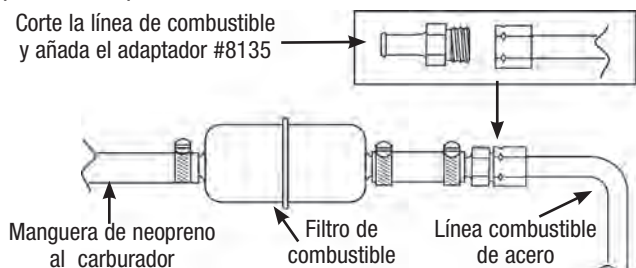

Fig. 3 - Juego de Línea Combustible #8135 Instalado en la Línea de Acero de Fábrica
2. La línea de combustible original de acero debe ser modificado para acomodar una manguera de caucho resistente al combustible como la línea original no se conectará directamente a carburadores de la serie Performer. Es muy recomendable que utilice el kit de línea de combustible universal # 8135 de la marca Edelbrock. El kit #8135 contiene un filtro, manguera de neopreno resistente al combustible y adaptadores para líneas originales de combustible de 7,9 mm (5/16") o 9,5 mm (3/8") (Ver Fig. 3). **NOTA:** carburadores # 1405 y # 1406 se suministran con un filtro de combustible. Si se utiliza # 8135 en estos carburadores, el filtro incluido en el # 8135 se pueden guardar para su uso posterior